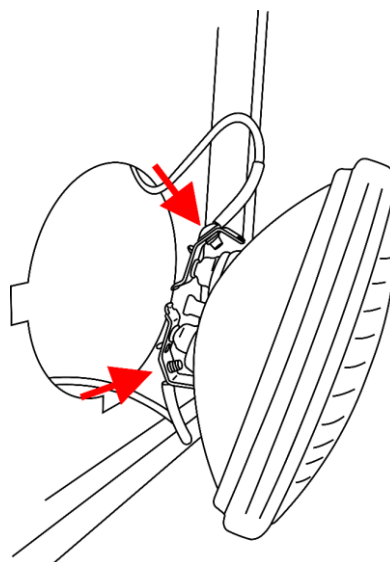

Fig. 06
- 06) Sujete los dos cables y, con los tornillos, fíjelos a la parte trasera de la lámpara. Coloque la lámpara en la carcasa (Fig. 06).